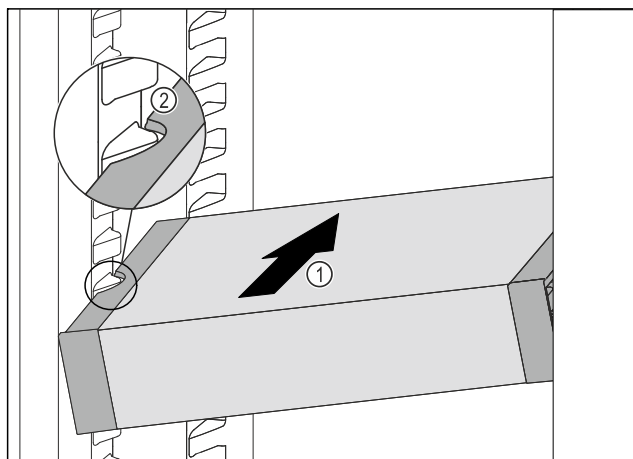

Fig. 167
- Predal VarioSafe potiskajte poševno v hladilnik Fig. 167 (1), dokler stranska izreza Fig. 167 (2) predala VarioSafe nista na višini nastavka za posodo v hladilniku.